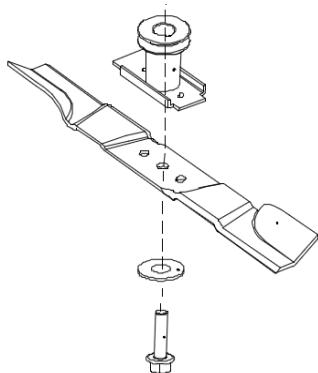

Fig. 15
2. Desserrez la vis de vidange d'huile avec une clé hexagonale et retirez-la. (Fig. 15).